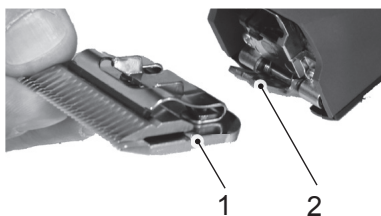

Fig. 8
6. Con la tosatrice accesa, inserisca la testina scelta nella cerniera del pettine e la ribalti con una leggera pressione (fig. 8, 9, 10).